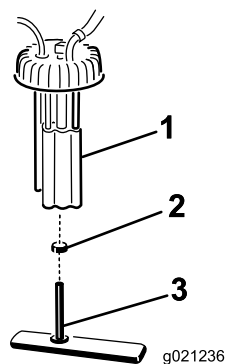

Figura 50
2. Estraiete il connettore di cablaggio fili dalla pompa del carburante (Figura 50)
3. Rimuovete il gruppo pompa del carburante e il filtro del carburante dal serbatoio (Figura 50).
4. Rimuovete la fascetta che fissa il filtro del carburante ai raccordi della pompa del carburante. Rimuovete il tubo dai raccordi (Figura 50).